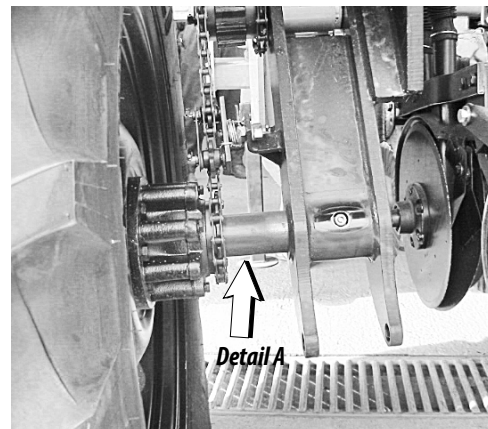

Figura 66
- 14 - Accione el balanceiro (22) de la sembradora detalle "A" en la posición para arriba, para que pueda ser trabado, colocando el perno (23) y tranca (24), dejando el mismo fijo. Figura 66 y 67.